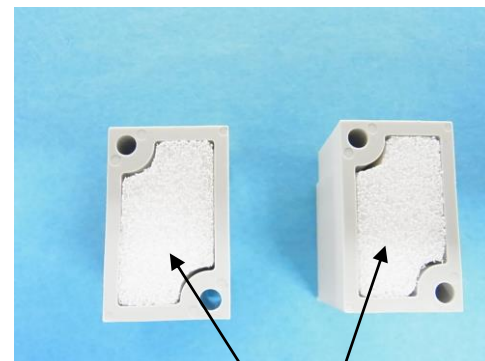

図4
- ② サイレンサブロック内の吸音材(ZZQ-SAE)を交換して下さい。(図4参照)